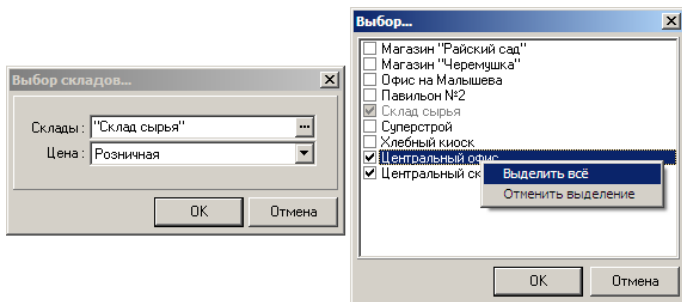

Рис. 76. Выбор складов
3. В открывшемся окне нажмите на кнопку в поле «Склады» и отметьте галочками склады, на которые хотите отправить новый товар (рис. 76). С помощью правой кнопки мыши можно выделить все склады. Склад, на который оформлена партия, будет отмечен в списке автоматически. В поле «Цена» выберите из списка вид цены, которую собираетесь указать при заполнении информации о товаре.